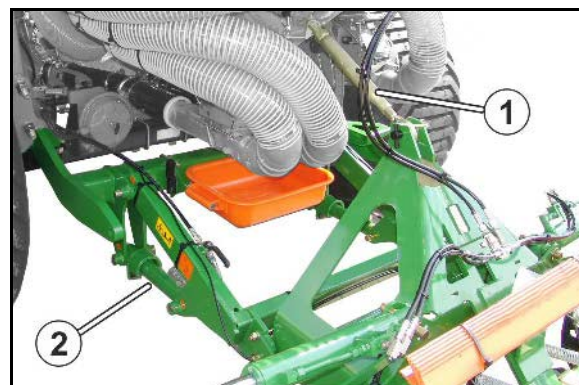

Рис. 89
1. Разъедините оба резьбовых соединения (Рис. 89/1) у каждого диска.